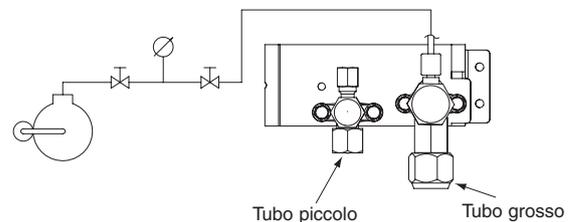

Fig. 10-2
- (6) Le valvole di servizio a tubo grosso e piccolo sono entrambe aperte. In caso contrario, aprirle subito (fig. 10-2).
- (7) Si richiede che il cliente sia presente durante la prova di funzionamento.